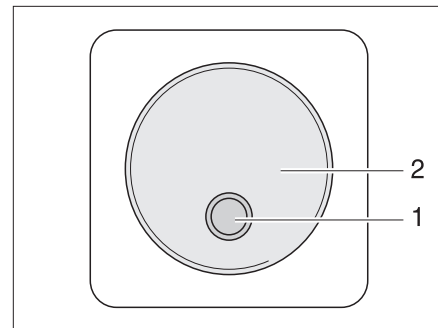

Bild 192 Externer Schalter
- II "Remo." = Gerät kann am externen Schalter (Bild 192,1) ein- und ausgeschaltet werden.
Der externe Schalter für den Wechselrichter (Bild 192) befindet sich im Innenraum des Fahrzeugs, beispielsweise im Eingangsbereich. Der Schalter ist mit der Beschriftung "Wechselrichter" gekennzeichnet. Die LED (Bild 192,1) zeigt den Betriebszustand des Wechselrichters an.